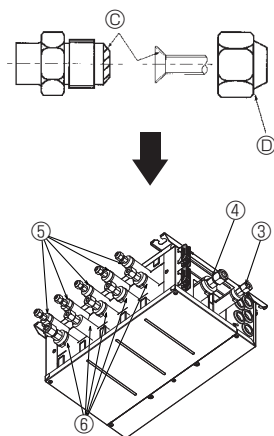

Fig. 7-2
- Ⓢ Applicera köldmedelsolja på flänssätets hela (Fig. 7-2)yta.